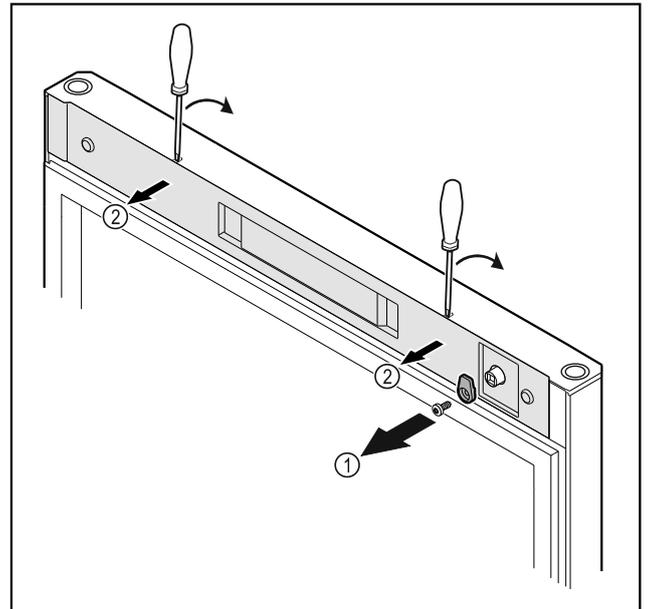

Fig. 19
- Dévisser le crochet de fermeture Fig. 19 (1).
- Décrocher le cache Fig. 19 (2) avec un petit tournevis et le retirer.